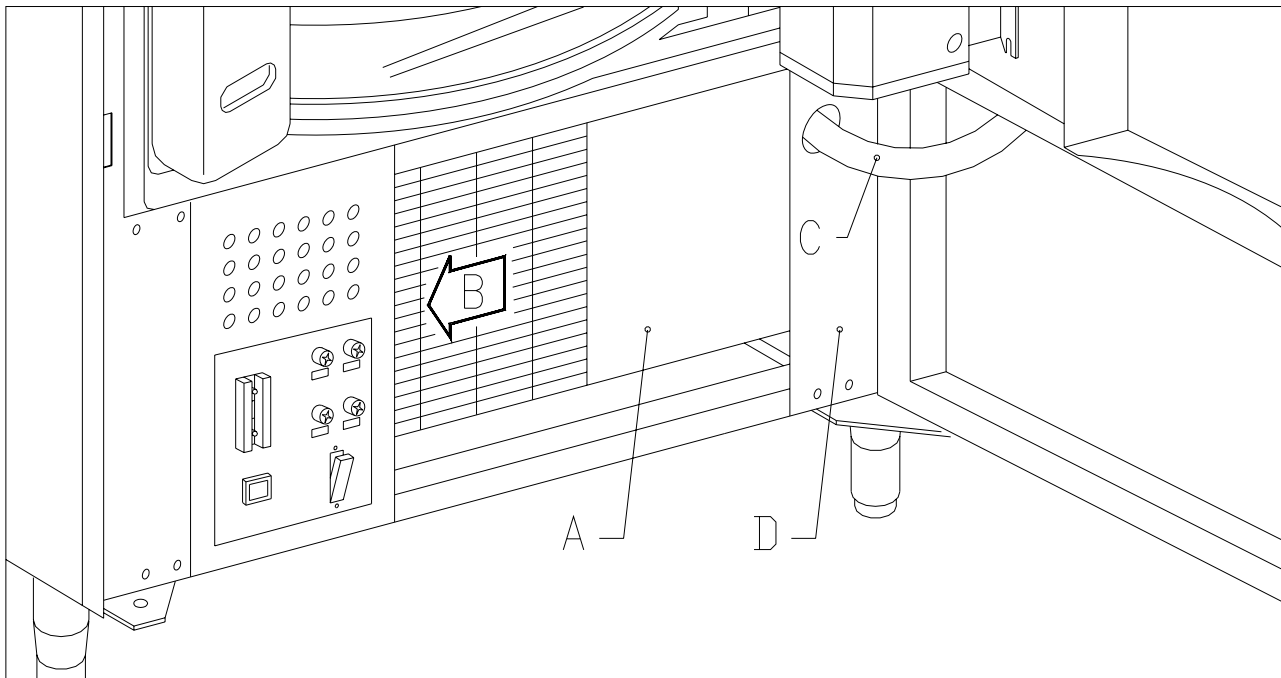

FIG. 18
- Enlever la tôle métallique antérieure de protection du groupe frigorifique pos. A FIG. 18, en dévissant les vis et les volants de blocage;
- Débrancher le connecteur d'alimentation du groupe frigorifique pos. B FIG. 18 (sur le côté droit du panneau);
- Débrancher le câble-sonde relatif au groupe frigorifique pos. C FIG. 18.
- Ôter la cornière inférieure droite pos. D FIG. 18 en dévissant les vis de fixation.